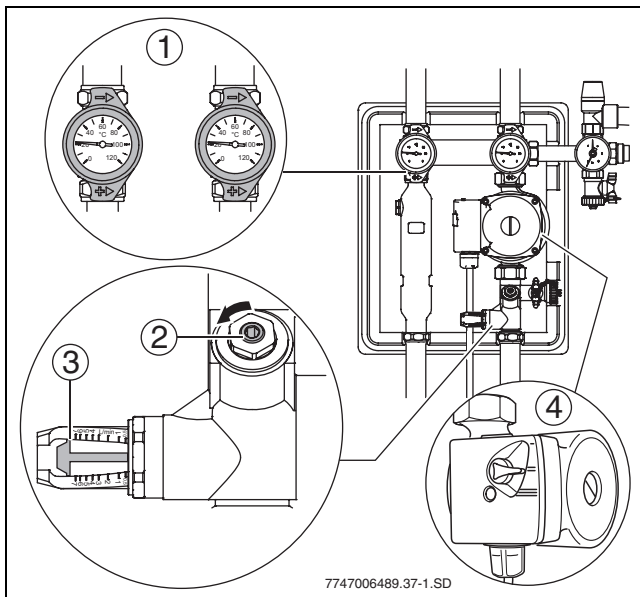

Рис. 30
- ▶ Через смотровой глазок ограничителя потока контролируйте расход протекающей жидкости (→ рис. 30, (3)).
- ▶ Для предварительной настройки расхода установите переключатель насоса солнечного коллектора (→ рис. 30, (4)) таким образом, чтобы требуемый расход достигался бы на более низкой ступени.
- ▶ Заверните регулировочный винт ограничителя потока (→ рис. 30, (2)) настолько, чтобы в смотровом глазке край поплавка (→ рис. 30, (3)) показывал рекомендуемый расход.